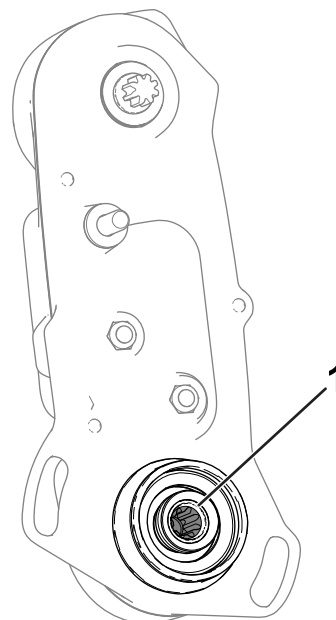

Figura 13
3. Controllate la parte interna dell'albero di trasmissione del cilindro (Figura 13) per verificare l'eventuale presenza di grasso residuo.